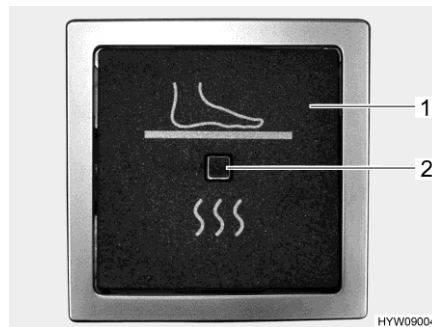

Bild 120 Vippkontakt (elektrisk golvvärme)
- ▷ Den elektriska golvvärmen slås på och av med en vippkontakt (Bild 120,1). När golvvärmen är på lyser kontrollampan (Bild 120,2).